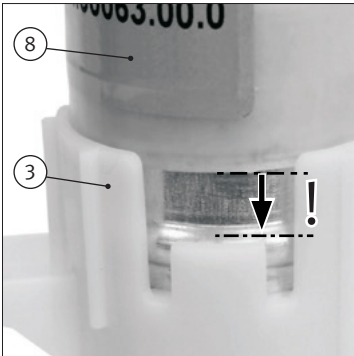
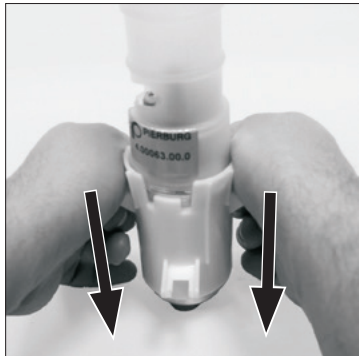

Abb. 5/ Fig. 5/ Puc. 5/ 图5
Abb. 6/ Fig. 6/ Puc. 6/ 图6
- Push the applied tool (8) firmly onto the pump until the tool lies against the circulating bulge of the pump (see Fig. 5).
- The tool (8) thus opens up the holder (3).
- Pull the pump out of the holder with the tool (see Fig. 6).
- Pressez fermement l'outil (8) jusqu'à ce qu'il s'applique bien au bouchon de la pompe (Fig. 5). Il ouvre alors le support (3) en l'écartant.
- Sortez la pompe avec l'outil du support (Fig. 6).
- Крепко прижимать надетый инструмент (8) к насосу, пока инструмент не будет прилегать к круговому утолщению на насосе (смотри рис. 5).
- Инструмент (8) раздвинет при этом держатель (3).
- Вытащить насос с инструментом из держателя (смотри рис. 6).